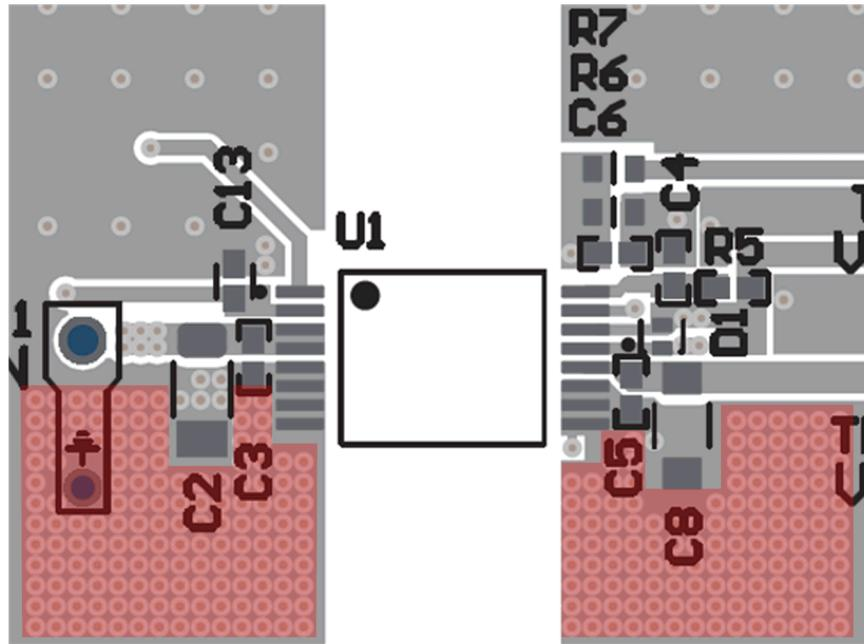

図 8-8. サーマル ピア
- 図 8-8 にレイアウトの例を示します。銅の面積が少ない場合は、ピン 5 ~ 8 (1 次側) と 9 ~ 11 (2 次側) の近くに配置し、設計で可能な限り多くのサーマルビアを使用します。